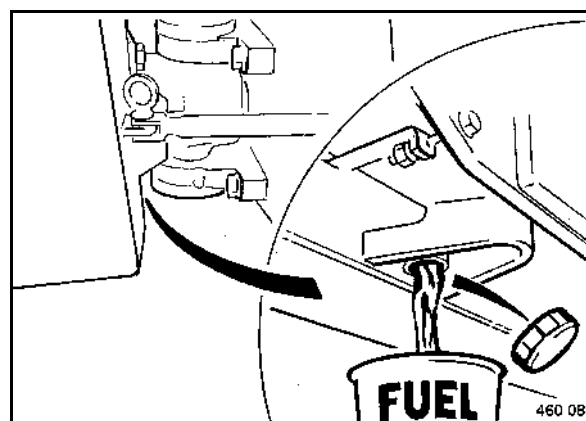

fig. 119
- Dévisser le bouchon de vidange (fig. 119) sous le réservoir et vidanger le carburant.